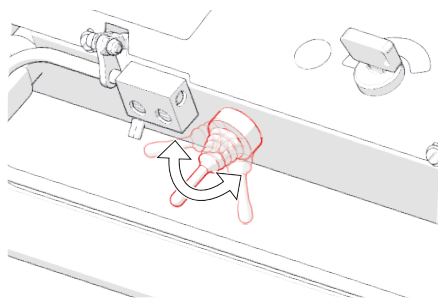

Fig. 14D - Utilisation de l'interrupteur d'entraînement pour sélectionner le type d'entraînement (c.-à-d. par à-coups ou verrouillé)
5. Utilisez l'interrupteur d'entraînement pour activer le moteur d'entraînement (Fig. 14D). À défaut, sélectionnez « Drive start/stop » [Démarrage/arrêt de l'entraînement] sur l'affichage.